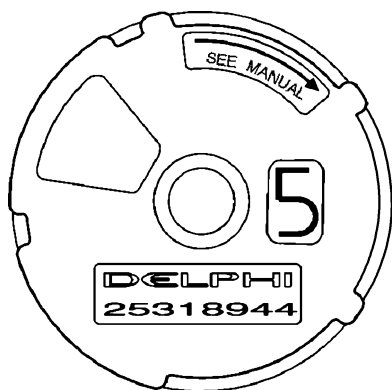

图 17-13 凸轮轴位置执行器
6) 顺时针转动曲轴, 使发动机 1 缸活塞位于压缩行程上止点位置。排气凸轮轴位置执行器上的“DELPHI”字母应平行于气缸盖至凸轮轴盖配合面, 见图 17-13。